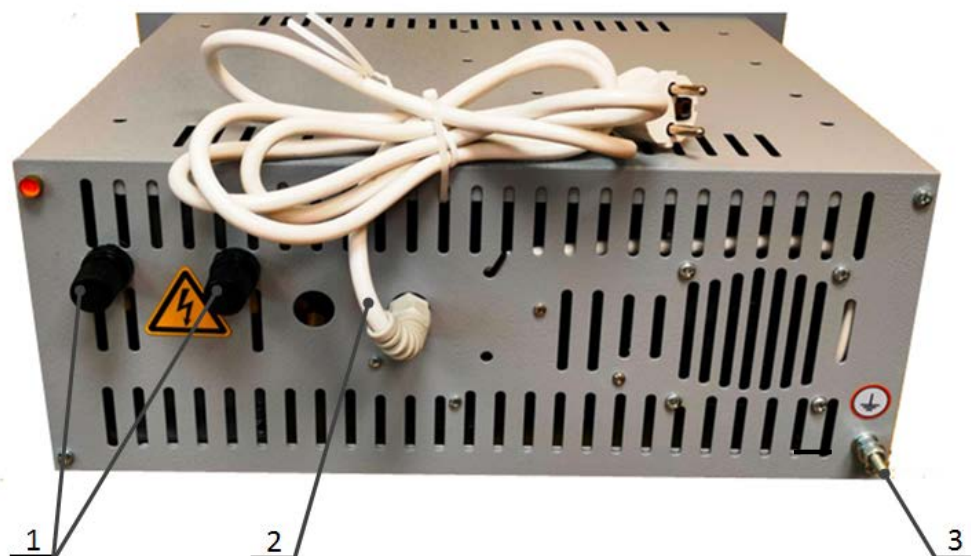

Рисунок 2. Задняя стенка генератора.
8.2 Заземлить генератор гибким медным проводом сечением не менее 4 мм², присоединив его с одной стороны к клемме заземления (рисунок 2, поз. 3), а с другой стороны — к магистрали заземления.